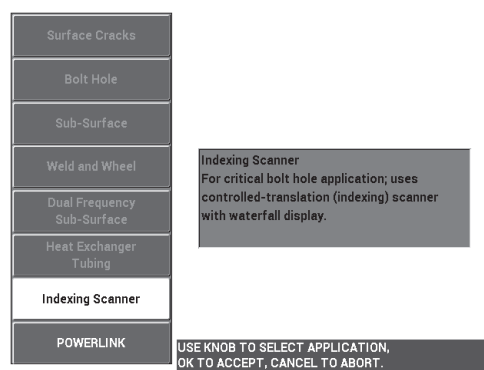

図 5-61 インデックススキャナーアプリケーション
3. 設定メニューキー () を一度押し、続いて**アプリ選択** (A キー) を選択してアプリケーション選択メニューを開きます。ノブを使って**インデックススキャナー**を選択し、 を押してそれを適用します (174 ページの図 5-61 を参照)。